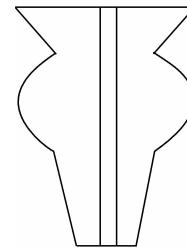

图1 新型水胎嘴子示意
①设计新型水胎嘴子,嘴子中间成凸出状(见图1),增大嘴子与胎体的粘合面积,减少掉嘴子现象。
②嘴子钻孔处刷汽油、打毛、凉干,嘴子打毛、刷胶浆;嘴子上正、上牢,两个嘴子对称在一条直